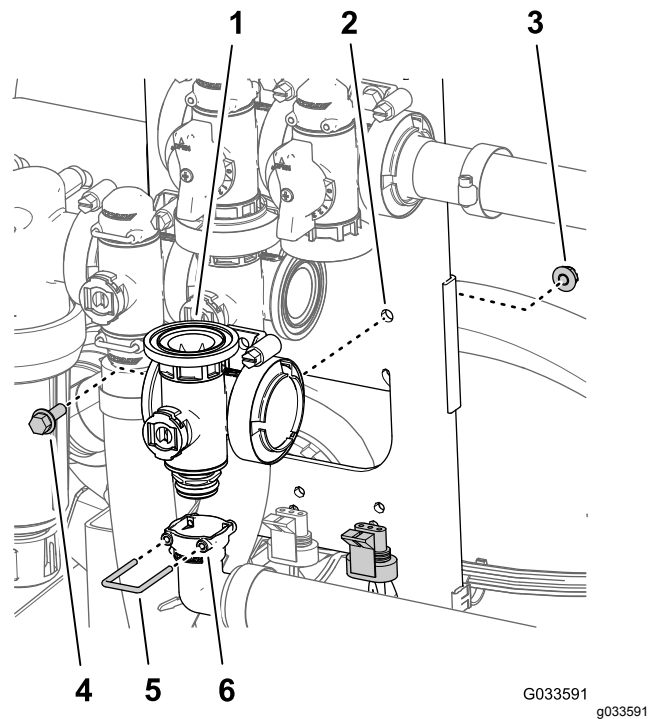

Bild 118
- Entfernen Sie den Halter, mit dem das 90°-Auslaufanschlusstück an der Verteilerkupplung für das Hauptauslegerventil befestigt ist (Bild 118).
- Entfernen Sie die Bundkopfschraube ($\frac{1}{4}'' \times \frac{3}{4}''$) und die Sicherungsbundmutter ($\frac{1}{4}''$), mit denen das Hauptauslegerventil an der Ventilbefestigung befestigt ist, und entfernen Sie den Ventilverteiler von der Maschine (Bild 118).